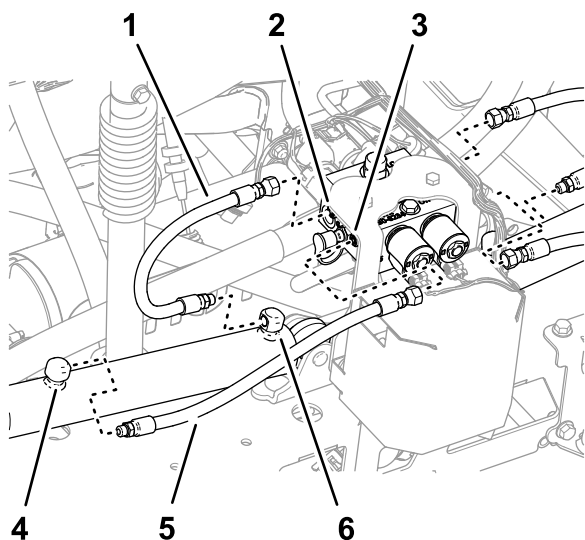

Рисунок 42
1. Отсоедините шланги от отверстий выдвижения левого и правого подъемных цилиндров (Рисунок 42).
- Отсоедините шланги от отверстий C2 и C4 коллектора подъемного цилиндра (Рисунок 42).
- Отсоедините шланги от отверстий втягивания левого и правого подъемных цилиндров (Рисунок 42).
- Отсоедините шланги от отверстий C1 и C3 коллектора подъемного цилиндра (Рисунок 42).